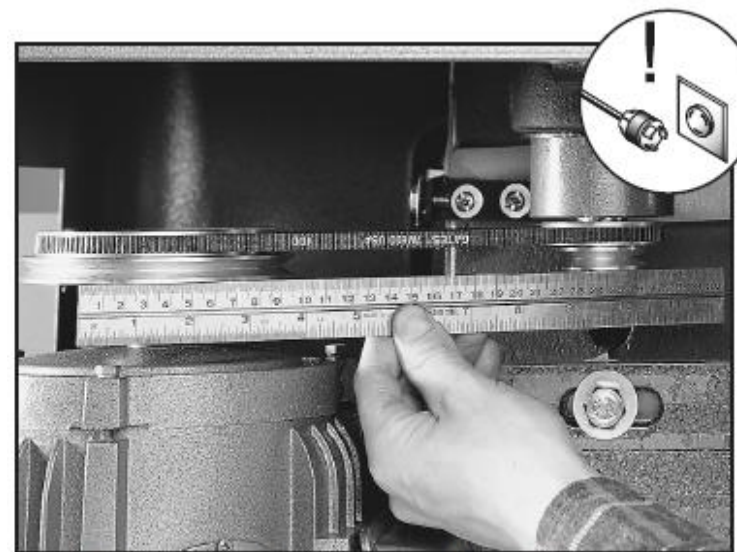

Рис. 17. Проверка совмещения шкивов
3. Проверить совмещение поверочной линейкой. Если шкивы совмещены, поверочная линейка должна ровно прилегать к обоим торцам шкивов, **Рис. 17**.